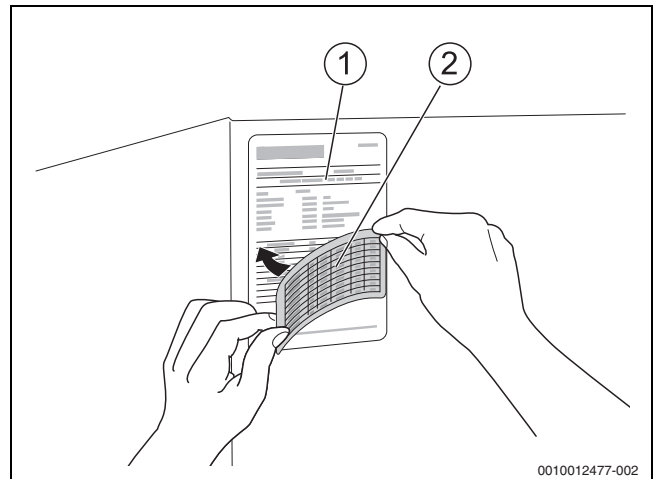

Bild 25 Typschild aktualisieren
- ▶ Entsprechenden Bereich auf dem vorhandenen Kessel-Typschild (→ Bild 25, [1]) mit dem mitgelieferten Aufkleber (→ Bild 25, [2]) für die gelieferte Gasart, entsprechend der Gasblende, überkleben.